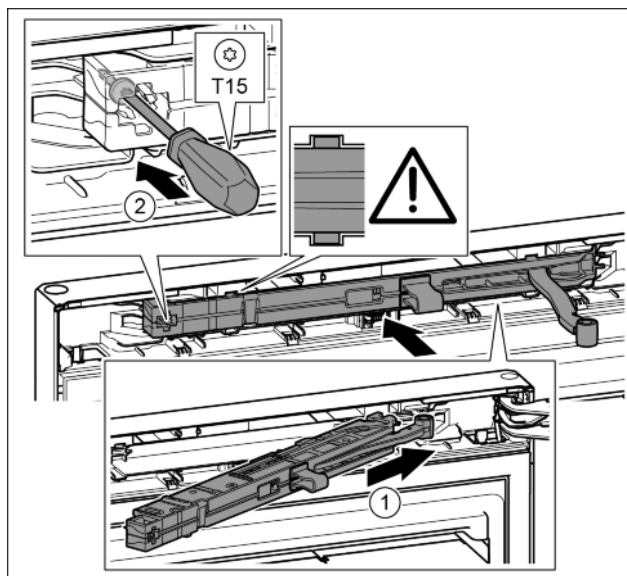

Fig. 39
- ▶ Під нахилом просуньте демпферний вузол з боку опорного кронштейна в отвір до упору. Fig. 39 (1)
- ▶ Закрутіть гвинт за допомогою викрутки T15. Fig. 39 (2)